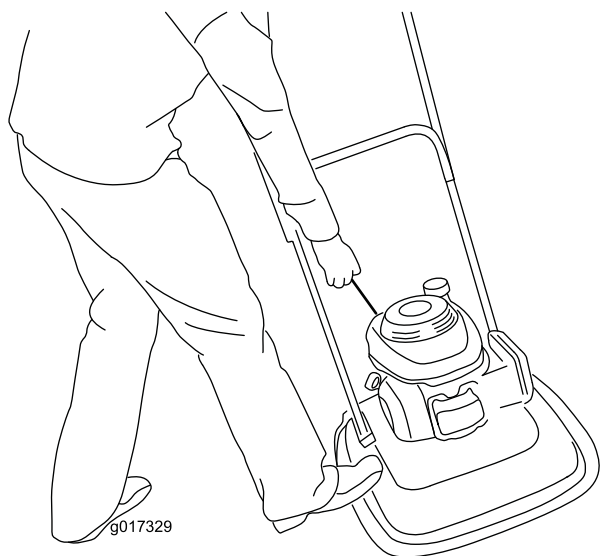

図 15
3. 片足をデッキに載せ、機体を自分側に引き寄せる 図 15。